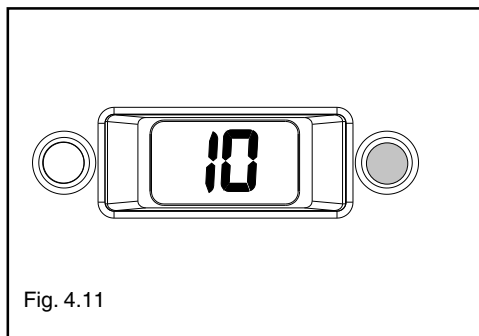

Fig. 4.11
- un blocco caldaia: si accende il led rosso e contemporaneamente sul visualizzatore digit lampeggia il codice anomalia (fig. 4.11).